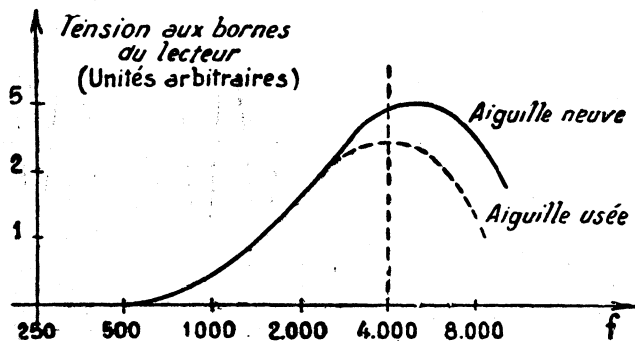

Figure 12
**3° Bruit d'aiguille.** — En fait, le bruit d'aiguille provient surtout du disque. Les disques souples, en première lecture, donnent un bruit de fond très réduit, qui augmente avec l'usure. Les disques durs, même neufs, donnent un bruit de fond plus intense, d'autant plus faible que le grain des éléments constitutifs de la pâte du disque est plus fin. Ici encore, le bruit de fond augmente avec l'usure. On suppose que chaque passage de l'aiguille produit une érosion irrégulière du fond et des flancs du sillon, ce qui a pour effet d'enregistrer du bruit. Il n'y a pas de fréquences favorisées dans le bruit d'aiguille ; toutefois, la composition en fréquence du bruit lu a l'allure de la figure 12. La courbe est ascendante, parce qu'une elongation constante donne une tension croissante avec la fréquence. Pour les fréquences élevées, la courbe retombe, à cause de l'incapacité du système de lire les fréquences élevées. Elle retombe d'autant